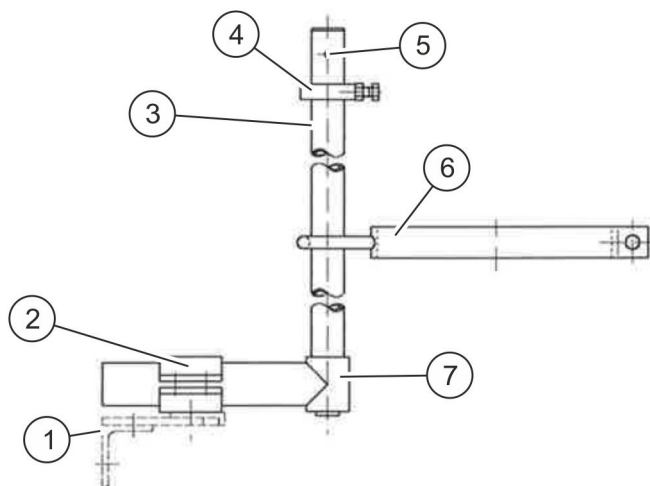

Abb. 28: Gewichtsführung am Mast
3. ➤ Schelle (Abb. 28/2) so in das Langloch schrauben, dass sie leicht bewegt werden kann.
4. ➤ Führungsschelle (Abb. 28/6) und Stelling (Abb. 28/4) am Führungsrohr (Abb. 28/3) befestigen.
5. ➤ Oberes Ende des Führungsrohrs (Abb. 28/3) in die Lasche für das Führungsrohr an der Nachspannvorrichtung führen.
6. ➤ Führungsrohr (Abb. 28/3) in den Rohrhalter (Abb. 28/7) auf der Unterseite bringen.
7. ➤ Führungsring positionieren und mit dem Zylinderkerbstift (Abb. 28/5) befestigen.